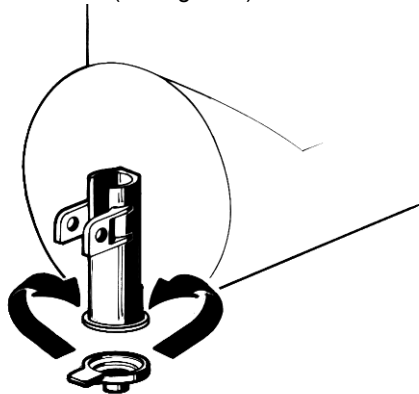

figure 6
**10** Réducteur de flux: quand le distributeur est utilisé pour refroidir des boissons, il est conseillé d'installer sur le robinet le réducteur de flux fourni (voir figure 6).